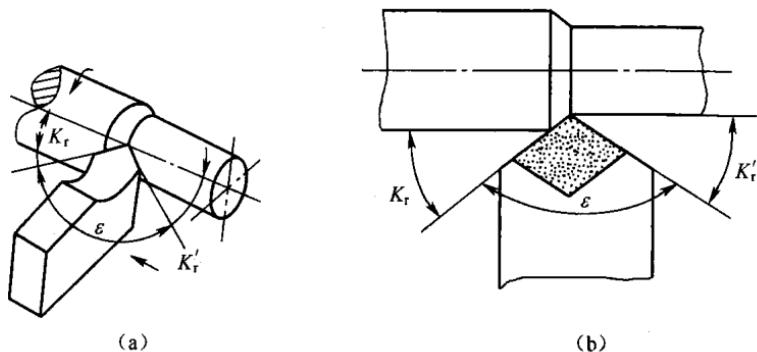

图 1-19 基面上可测量的角度
(2) 主偏角  $K_r$  和副偏角  $K'_r$ , 车刀主切削刃和走刀方向之间的角度, 称为主偏角  $K_r$ , 如图 1-19 所示。当背吃刀量和进给量一定时, 主偏角的大小能使切削力起变化。有经验的操作者在加工细长轴工件时, 总喜欢用大的主偏角车刀来加工, 其原因是用小主偏角车刀加工细长轴时, 会增大切削阻力, 顶弯工件的力增大了, 容易发生振动, 使加工困难。